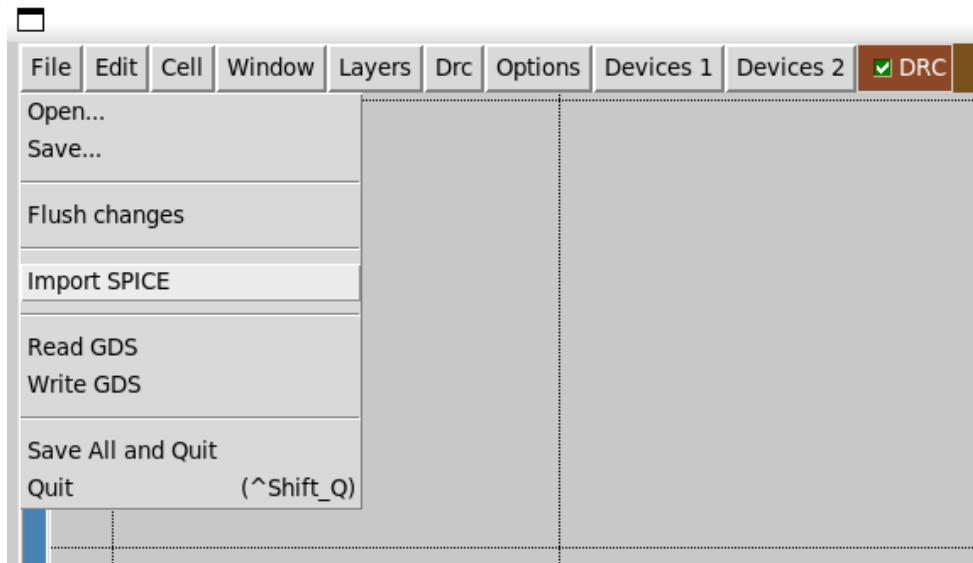

Figura 1: Acessando a funcionalidade de importação de SPICE no menu principal.
Passo 1: Acessar a função de importação Com o Magic aberto, o primeiro passo é acessar o menu ‘File > Import SPICE’, como destacado na Figura 1.